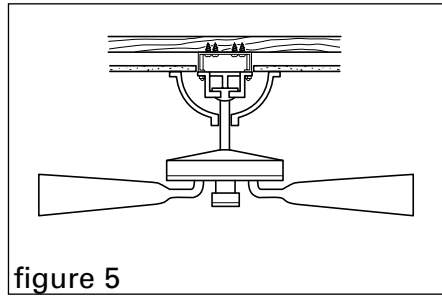

figure 5
3. Mount fan bracket to the electrical box using the two 10-24 x 1/2" bolts provided and connect wires according to fan or fixture manufacturer's instructions (figure 5).
3. Installez le support du ventilateur à la boîte électrique en utilisant les deux boulons 10-24 x 1/2" fournis et raccordez les fils au ventilateur ou à l'appareil d'éclairage selon les instructions du fabricant (figure 5).